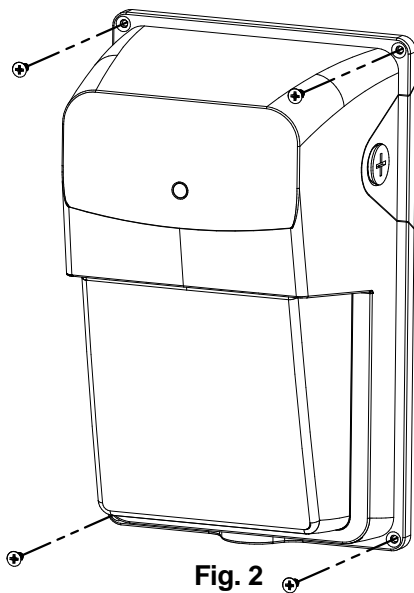
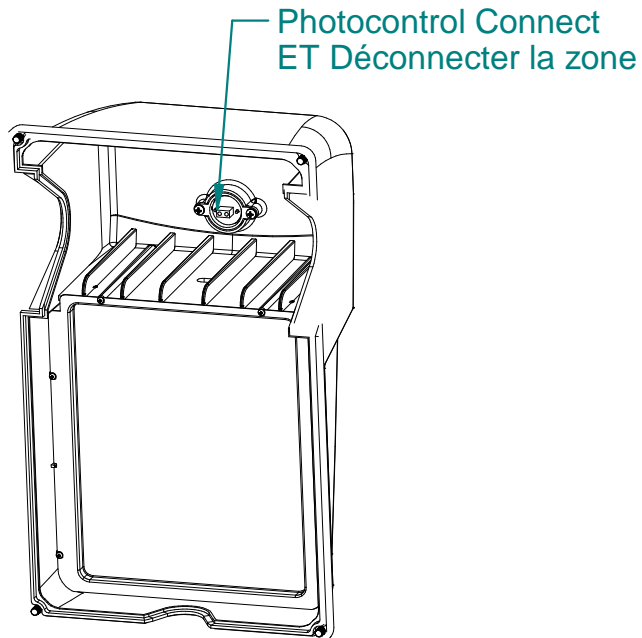

Fig. 2
Fig. 3
- (See Fig. 2) Loosen the four front cover screws and slowly lift cover away. Grasp the white photocell connector and unsnap by using a gentle pull. This connector and wires are located inside of the lens cover photocell area (See Fig 3).
- Reinstall the parts removed in the earlier steps. Important note: If you do not want the photocell to turn the light on and off based on the outside light level, all you need to do is not reconnect the white connector(see Fig 3).
- (Voir Fig. 2) Desserrez les quatre vis du couvercle avant et soulevez lentement le couvercle. Saisissez le connecteur blanc de la cellule photoélectrique et détachez-le en tirant doucement. Ce connecteur et les fils sont situés à l'intérieur de la zone de la cellule photoélectrique du couvercle de l'objectif (voir Fig 3).
- Réinstallez les pièces supprimées lors des étapes précédentes. Remarque importante: si vous ne souhaitez pas que la cellule photoélectrique allume et éteigne la lumière en fonction du niveau d'éclairage extérieur, il vous suffit de ne pas rebrancher le connecteur blanc (voir Fig 3).